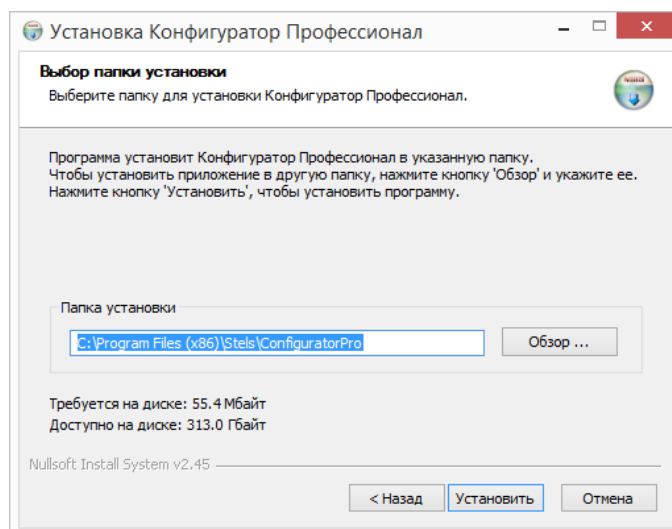

Рисунок 4.2 — Окно *Выбор папки установки*
5. В следующем окне укажите папку установки и нажмите кнопку **УСТАНОВИТЬ** (см. рисунок 4.2).